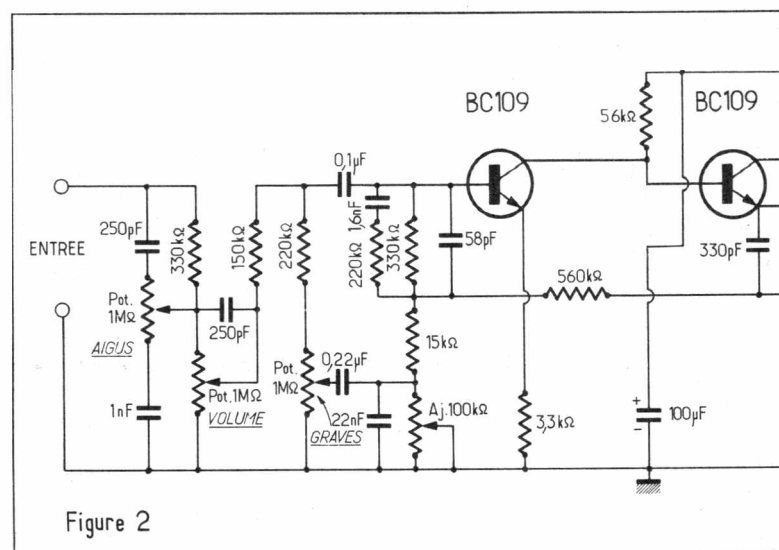

Figure 2
B) RÉSEAU CORRECTEUR DE TONALITÉ ET ÉTAGE DE SORTIE (fig. 2)